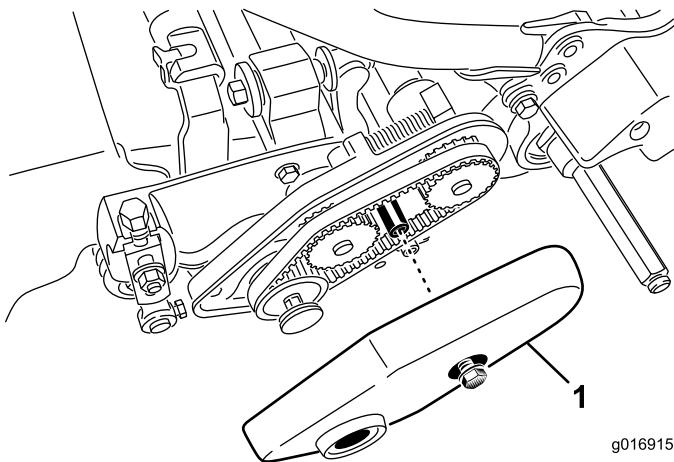

Figura 15
2. Solte o parafuso flangeado que fixa cobertura da correia e retire a cobertura da correia para expor a correia (Figura 15).